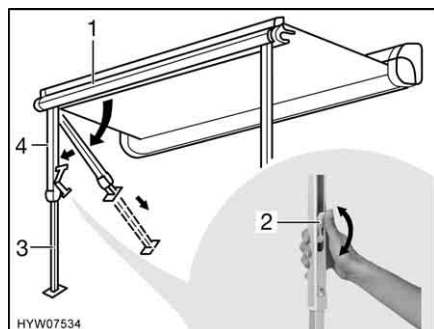

Fig. 52 Installazione dei montanti di supporto
- Rimuovere i montanti di supporto (Fig. 52,4) dal listello anteriore (Fig. 52,1) esercitando una leggera pressione verso l'esterno, quindi ribaltarli e collocarli.
- Aprire il bloccaggio sui montanti di supporto. A tal fine ripiegare la leva di serraggio (Fig. 52,2) verso l'alto.
- Estrarre la parte inferiore dei montanti di supporto (Fig. 52,3) fino alla lunghezza desiderata.
- Chiudere il bloccaggio presente sui montanti di supporto. A tale scopo, spingere la leva di serraggio (Fig. 52,2) verso l'alto.